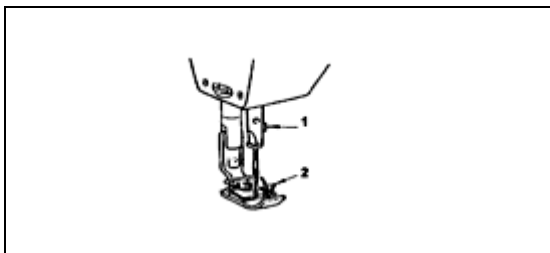

Fig. 3
6. INSERÇÃO DA AGULHA (Fig. 3)
Não opere sem a proteção para dedos (2)! (Vide Fig. 3)
Ajuste a barra da agulha em seu ponto mais alto. Folgue o parafuso prendedor da agulha (1) (vide Fig. 3). Insira a agulha na barra de agulha e empurre para cima o máximo possível. Certifique-se de que sua ranhura longa esteja para frente. Aperte firmemente o parafuso prendedor da agulha (1).